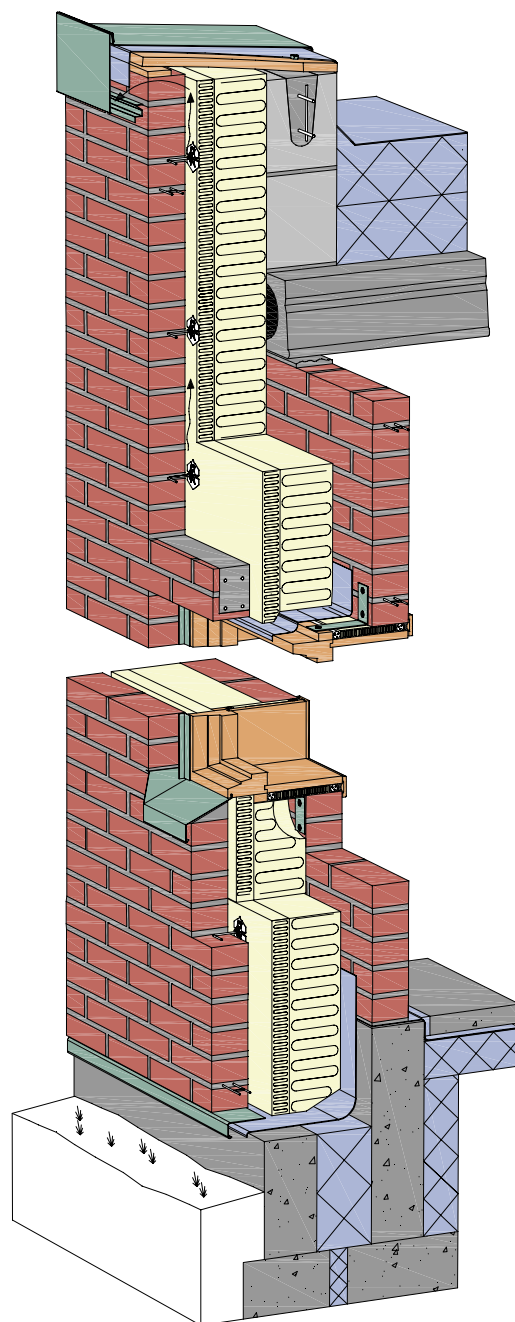

Fig. 8.5a Vindusinnsetting med stålvinkler
- vindu kan også festes i punktvis beslag som vist i fig. 8.5a. Vekten av vindu må tas opp av punktvis kubbing i bunn.